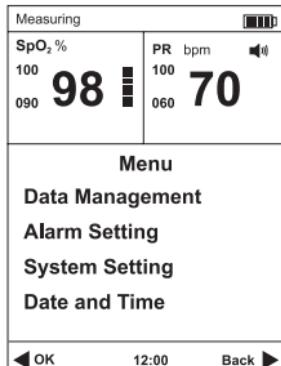

Fig.3.1
1) Premere l'interruttore di alimentazione per 3 secondi per accendere l'ossimetro quindi premere il pulsante menu per accedere al menu principale (fare riferimento alla Fig.3.1)